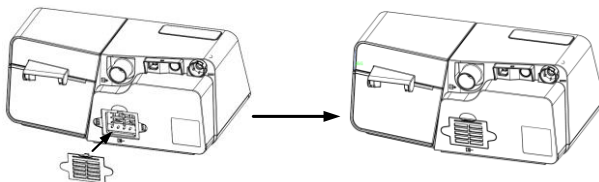

Fig. 19-8
(2) Instalați capul filtrului care conține filtrul de aer pe dispozitiv, așa cum se arată în Fig. 19-8.